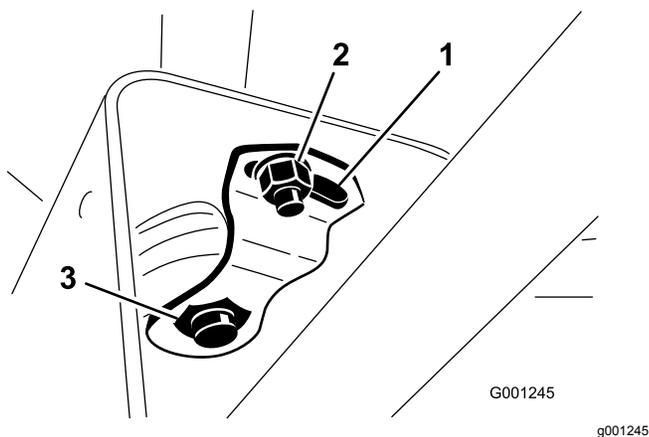

Рисунок 30
2. Сдвиньте кожух вверх по рулевому валу, чтобы открыть доступ к поворотному кронштейну (Рисунок 30).
3. Ослабьте малую гайку и поверните поворотный кронштейн так, чтобы он затянул большую гайку под ним (**Рисунок 30**).